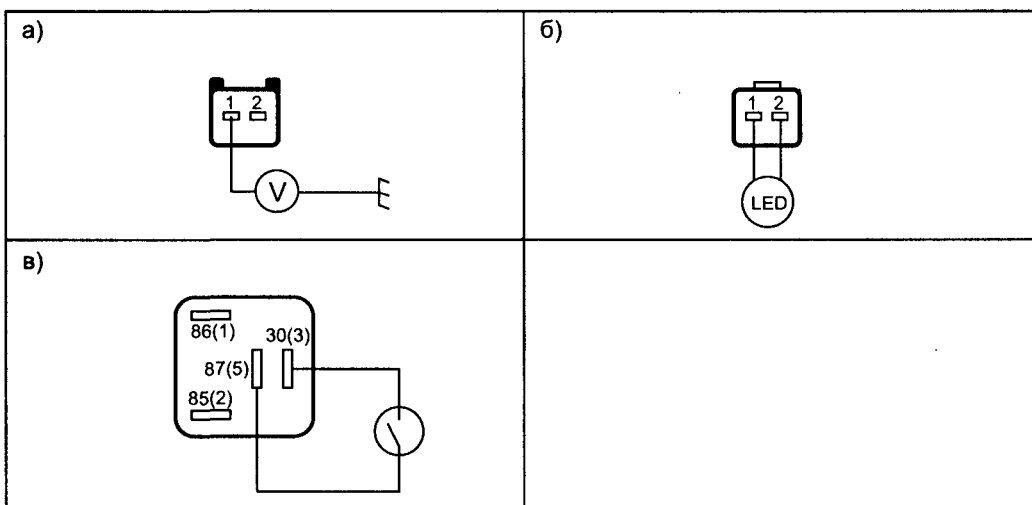

Рис. 2.5.6. Проверка компонентов топливной системы
- включают зажигание и измеряют напряжение на контактах разъемов жгута форсунок 1 и «земля» (см. рис. 2.5.6а). Оно должно быть равно 12 В. Если питания нет, проверяют предохранители F4, F9, реле K46 и соответствующие соединения;
- подключив между контактами 1 и 2 разъема жгута форсунки LED-индикатор (см. рис. 2.5.6б, операцию выполняют для каждой форсунки), коротко прокручивают двигатель стартером. LED-индикатор должен вспыхивать, если этого не происходит, проверяют предохранители F4, F9, реле K46, соответствующие соединения и при необходимости возвращаются к проверке ECM.
- извлекают реле топливного насоса из разъема монтажного блока (см. рис. 2.5.4а — K20) и между контактами разъема 3 и 5 (см. рис. 2.5.6в) подключают выключатель (имитация работы реле насоса);